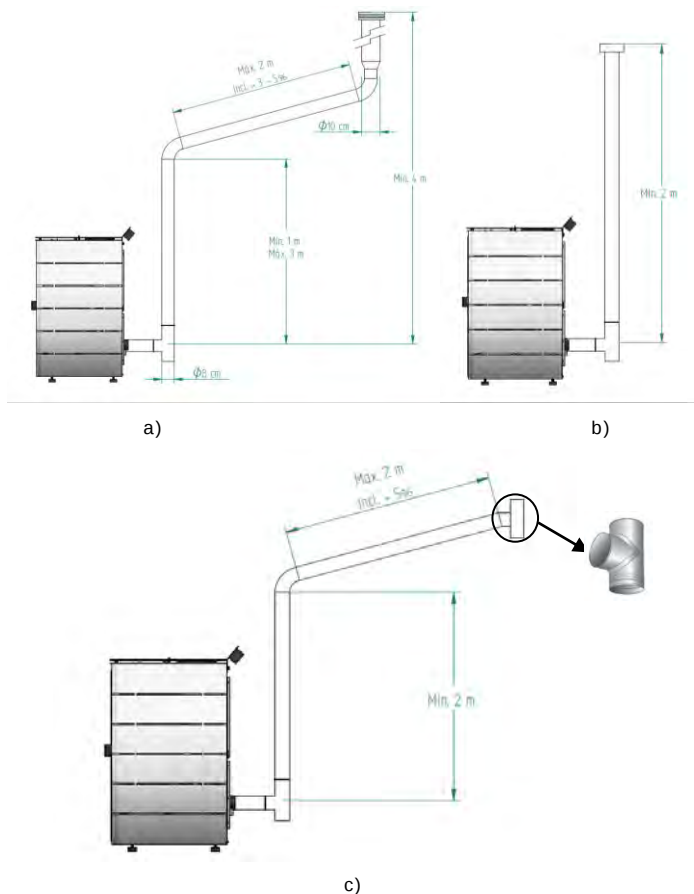

Figura 6 - Exemplos de instalações tipo
- Conforme indicado na Figura 6, a conduta de exaustão deve ser realizada de modo a que a limpeza e a manutenção sejam asseguradas pela inserção dos pontos de inspeção.
Prever na base da tubagem um T para as inspeções periódicas e a manutenção anual, como exemplificado na Figura 6.
Na figura 6 estão representados os requisitos básicos para a instalação da chaminé da salamandra.